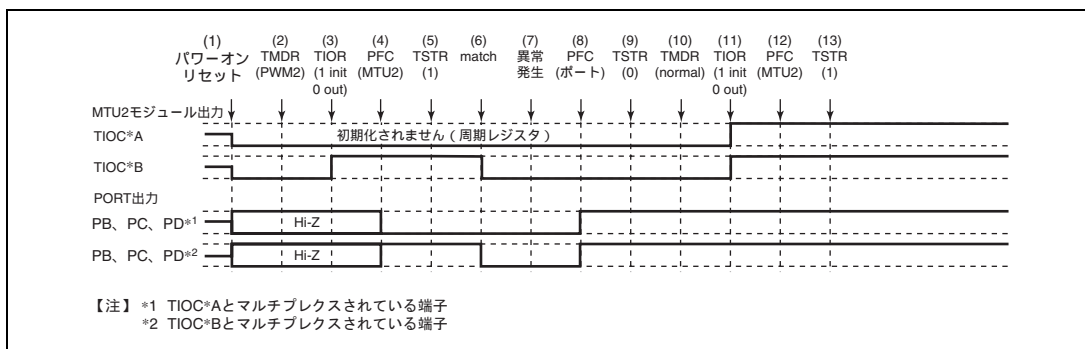

図 12.139 PWM モード 2 で異常が発生し、ノーマルモードで復帰する場合
PWM モード 2 で異常が発生し、再設定後ノーマルモードで再スタートする場合の説明図を図 12.139 に示します。
(1) ~ (9) は図 12.139 と共通です。
(10) PWM モード 1 を設定します。
(11) TIOR で端子を初期化してください (PWM モード 1 では TIOC*B 側は初期化されません)。
(12) PFC で MTU2 出力としてください。
(13) TSTR で再スタートします。
(15) PWM モード 2 で動作中に異常が発生し、PWM モード 2 で再スタートする場合の動作
(10) PWM モード 2 で再スタートする場合には必要ありません。
(11) TIOR で端子を初期化してください (PWM モード 2 では周期レジスタの端子は初期化されません)。
(16) PWM モード 2 で動作中に異常が発生し、位相計数モードで再スタートする場合の動作
- (1) ~ (9) は図 12.139 と共通です。
- (10) 位相計数モードを設定します。
- (11) TIOR で端子を初期化してください。
- (12) PFC で MTU2 出力としてください。
- (13) TSTR で再スタートします。
(17) 位相計数モードで動作中に異常が発生し、ノーマルモードで再スタートする場合の動作